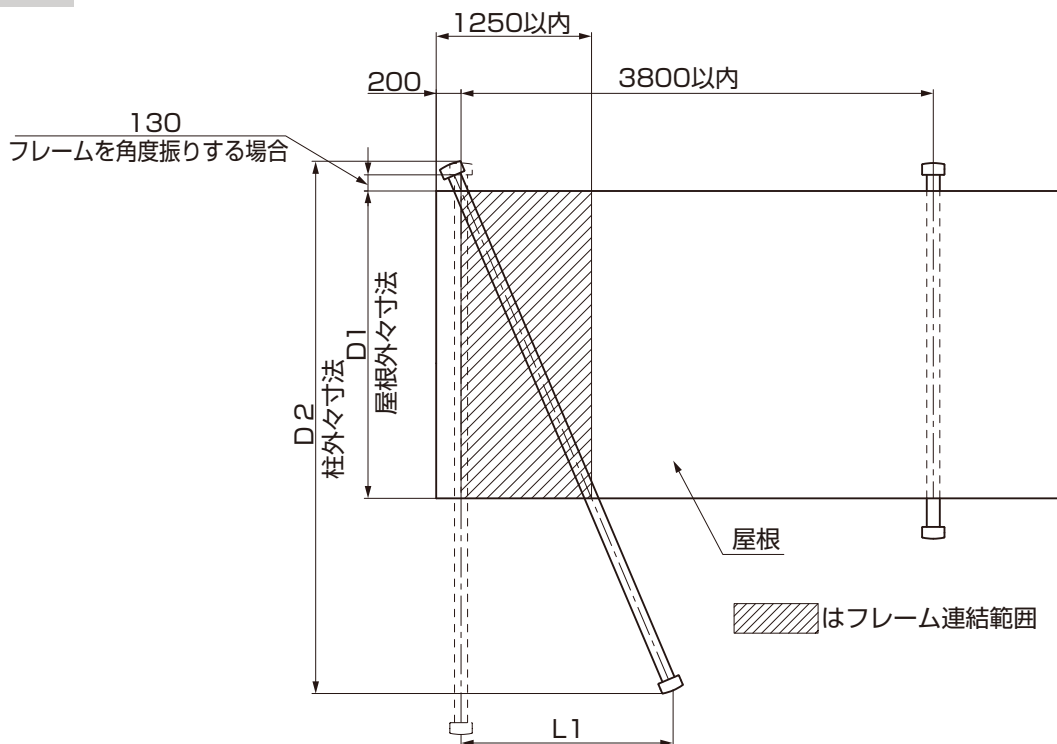

図1-2 レギュラー屋根・フラット屋根平面寸法-2
① 図1-2、表1-5、表1-6を参照して、吊り式梁の角度をきめてください。